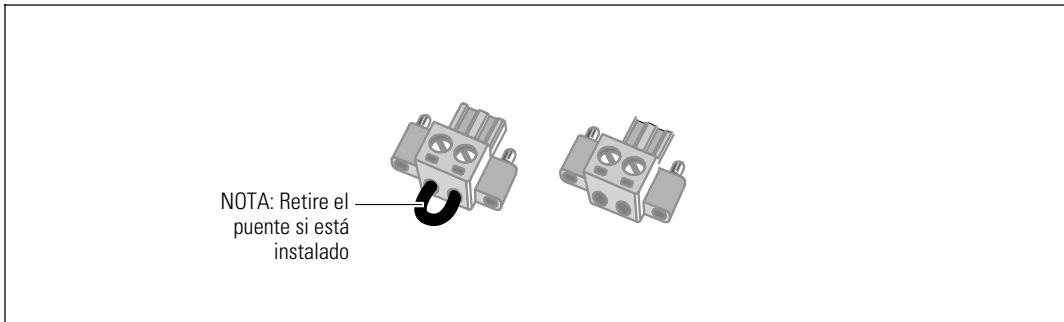

Figura 18. Conector REPO
**NOTA:** Verifique que no se haya instalado un puente de conexión en el conector del REPO. Si se instaló un puente de conexión, quítelo antes de conectar al puerto del REPO. Ver Figura 18.